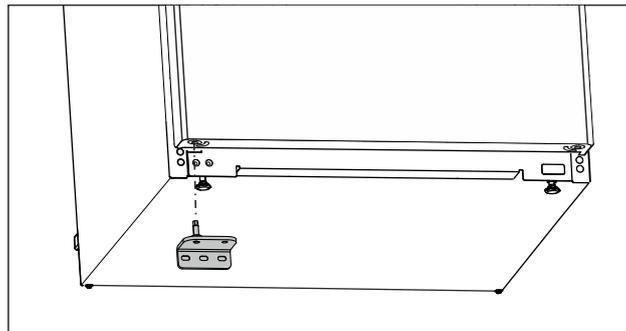

Fig. 20
- ▶ Insertar el soporte del cojinete en el lado opuesto. (consulte Fig. 20)